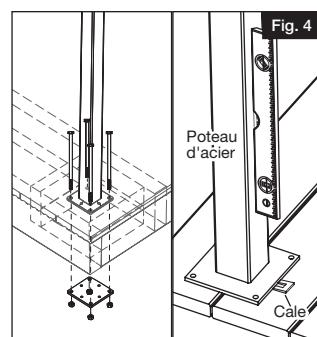

Fig. 4
- Insérer les boulons à travers les trous de la plaque de poteau, et fixer la plaque de base séparée depuis le dessous de la terrasse au moyen des écrous achetés. Au besoin, on peut mettre les poteaux de niveau en utilisant les cales en vinyle fournies. (Fig. 4).